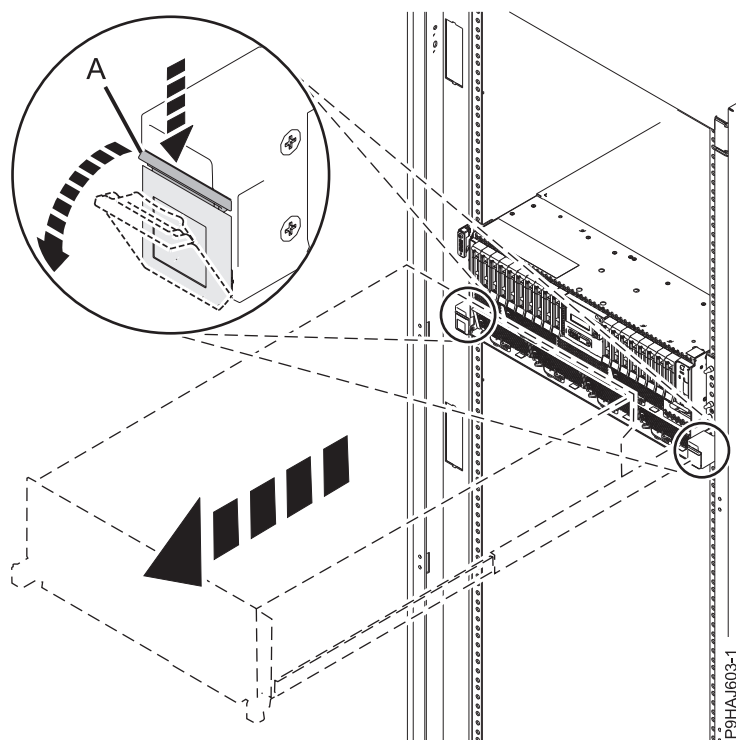

Abbildung 38. Seitliche Verriegelungen entriegeln
2. Wenn Sie die Systemeinheit bei einem Einschubsystem vollständig in die Serviceposition bringen möchten, öffnen Sie die seitlichen Verriegelungen (**A**) und ziehen Sie so lange daran, bis die Verriegelungen einrasten und das System fest an seiner Position sitzt. Stellen Sie sicher, dass die Schrauben in den Verriegelungen nicht am Rack befestigt sind. Siehe Abb. 38 auf Seite 55.